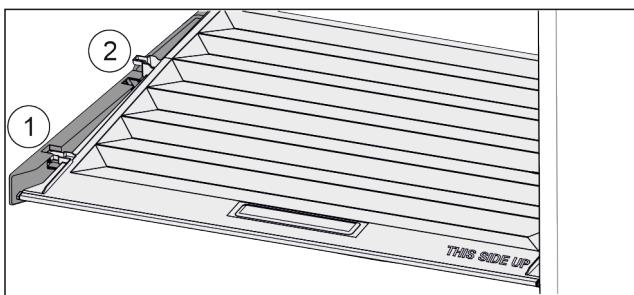

Fig. 152
- Издърпайте напред Fig. 152 (1) капака до отвора в задържащите части.
- Повдигнете го отзад отдолу и отстранете Fig. 152 (2) нагоре.